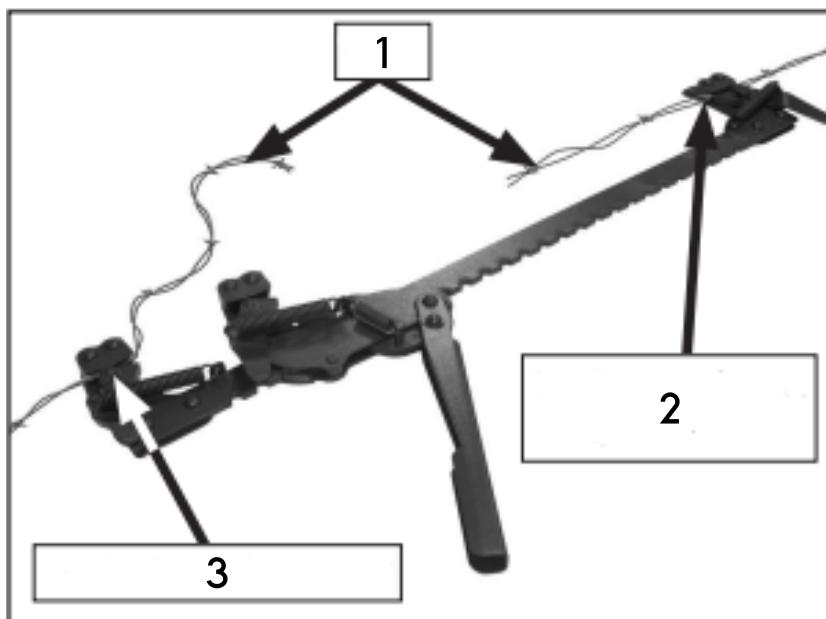

Figure 5
1. Serrez l'un des fils dans le crochet fixe de la mâchoire de serrage. Serrez l'autre fil dans le crochet mobile de la mâchoire de serrage (fig. 5).